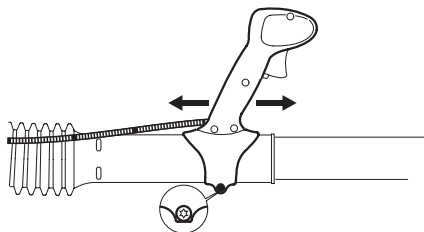

Рис. 7
- Передвигая рукоятку управления на напорной трубе в сторону двигателя или в сторону от двигателя, установите её в наиболее удобное для Вас положение (Рис. 7).